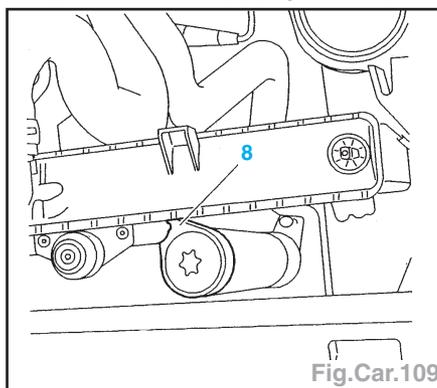

Fig.Car.109
- les vis (6),
- les brides (7).
- Déposer le collier (8) (Fig.Car.109).